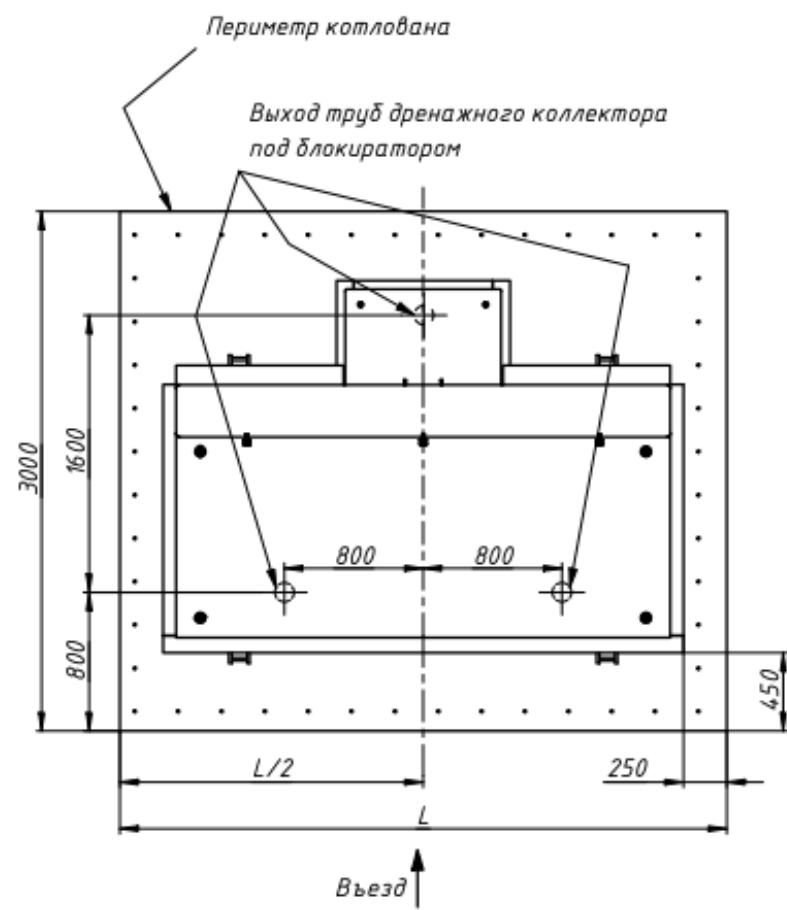

Рис.4
1.2.7 Установить блокиратор на бетонное основание. Для того, чтобы сливные отверстия совпали с дренажным коллектором необходимо при установке блокиратора выдержать размеры, указанные на рис.4.